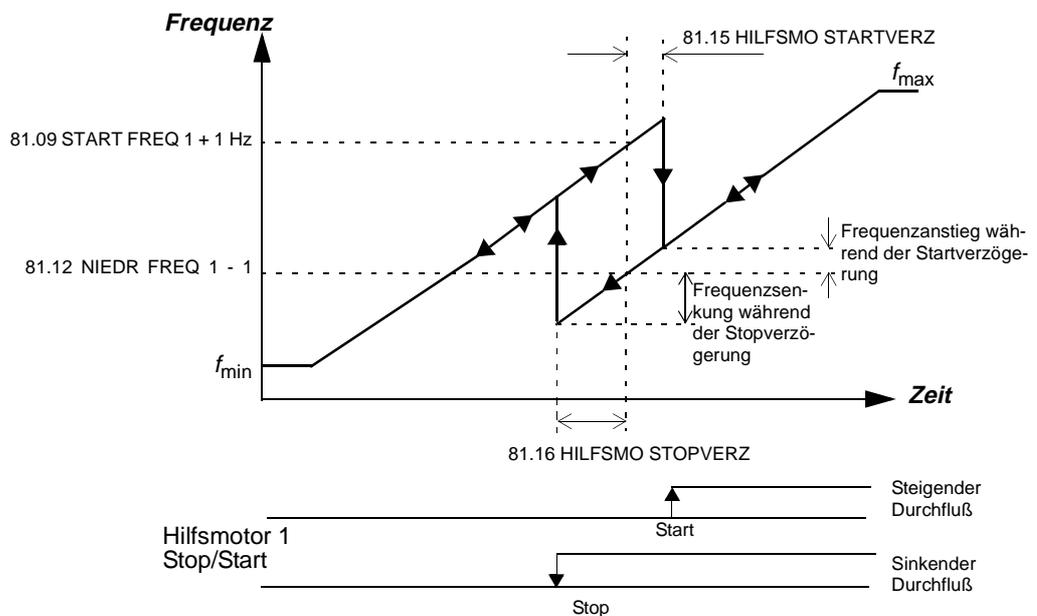

Abbildung 6-21 Startfrequenz, Niederfrequenz, Startverzögerung und Stopverzögerung.
- 81.09 START FREQ 1** Dieser Parameter definiert eine Frequenzgrenze (siehe Abbildung 6-21). Wenn die Ausgangsfrequenz des ACS 600 diesen Wert übersteigt (81.09 START FREQ 1 + 1 Hz) und keine Hilfsmotoren laufen, wird der Zähler der Startverzögerung eingeschaltet. Nachdem die mit Parameter 81.15 HILFSMO STARTVERZ eingestellte Zeit abgelaufen ist und die Ausgangsfrequenz noch immer über dem Wert liegt (81.09 START FREQ 1 + 1 Hz), wird der erste Hilfsmotor eingeschaltet.
- 81.10 START FREQ 2** Dieser Parameter definiert eine Frequenzgrenze (siehe Abbildung 6-21). Wenn die Ausgangsfrequenz des ACS 600 diesen Wert übersteigt (81.10 START FREQ 2 + 1 Hz) und keine Hilfsmotoren laufen, wird der Zähler der Startverzögerung eingeschaltet. Nachdem die mit Parameter 81.15 HILFSMO STARTVERZ eingestellte Zeit abgelaufen ist und die Ausgangsfrequenz noch immer über dem Wert liegt (81.10 START FREQ 2 + 1 Hz), wird der zweite Hilfsmotor eingeschaltet.
- 81.11 START FREQ 3** Dieser Parameter definiert eine Frequenzgrenze (siehe Abbildung 6-21). Wenn die Ausgangsfrequenz des ACS 600 diesen Wert übersteigt (81.11 START FREQ 3 + 1 Hz) und keine Hilfsmotoren laufen, wird der Zähler der Startverzögerung eingeschaltet. Nachdem die mit Parameter 81.15 HILFSMO STARTVERZ eingestellte Zeit abgelaufen ist und die Ausgangsfrequenz noch immer über dem Wert liegt (81.11 START FREQ 3 + 1 Hz), wird der dritte Hilfsmotor eingeschaltet.
81.12 NIEDR FREQ 1 Dieser Parameter definiert eine Frequenzgrenze (siehe Abbildung 6-21). Wenn die Ausgangsfrequenz des ACS 600 unter diesen Wert fällt (81.12 NIEDR FREQ 1 - 1 Hz) und ein Hilfsmotor läuft, wird der Zähler der Anhaltverzögerung eingeschaltet. Nachdem die mit Parameter 81.16 HILFSMO STOPVERZ eingestellte Zeit abgelaufen ist und die Ausgangsfrequenz noch immer unter dem Wert liegt (81.11 START FREQ 3 - 1 Hz), wird der erste Hilfsmotor abgeschaltet.
81.13 NIEDR FREQ 2 Dieser Parameter definiert eine Frequenzgrenze (siehe Abbildung 6-21). Wenn die Ausgangsfrequenz des ACS 600 unter diesen Wert fällt (81.13 NIEDR FREQ 2 - 1 Hz) und zwei Hilfsmotoren laufen, wird der Zähler der Anhaltverzögerung eingeschaltet. Nachdem die mit Parameter 81.16 HILFSMO STOPVERZ eingestellte Zeit abgelaufen ist und die Ausgangsfrequenz noch immer unter dem Wert liegt (81.13 NIEDR FREQ 2 - 1 Hz), wird der zweite Hilfsmotor abgeschaltet.
81.14 NIEDR FREQ 3 Dieser Parameter definiert eine Frequenzgrenze (siehe Abbildung 6-21). Wenn die Ausgangsfrequenz des ACS 600 unter diesen Wert fällt (81.14 NIEDR FREQ 3 - 1 Hz) und drei Hilfsmotoren laufen, wird der Zähler der Anhaltverzögerung eingeschaltet.
- 81.15 HILFSMO STARTVERZ Dieser Parameter definiert die Startverzögerung für die Hilfsmotoren. Näheres hierzu siehe *Abbildung 6-21*.